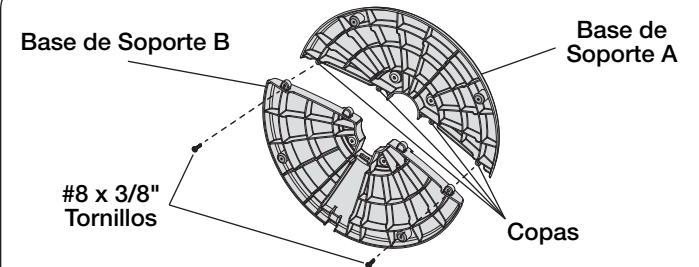
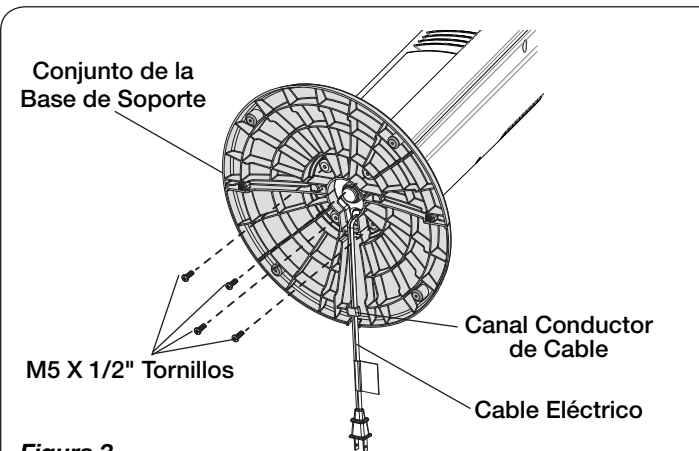

Figura 1
Figura 3
2. Arme las Mitades de la Base de Apoyo encastrando las Puntas de la Base de Apoyo A con los Orificios para Puntas en la Base de Apoyo B. Asegure (2) #8 X 3/8" Tornillos en los dos orificios externos en la parte inferior de la Base. (Figura 1)
4. Alinee la Montura de la Base de Apoyo con la Base del Motor, teniendo en cuenta que la ranura del cable en la parte inferior de la montura de la base de apoyo debe apuntar hacia la parte posterior del Ventilador. Adose la Montura de la Base de Apoyo a la Base del Motor con Tornillos Largos M5 de 1/2". Cerciérese de alinear la Llave del Conjunto de la Base de Soporte con la Muesca Localizadora de la Base Del Motor. (Figura 1) Suavemente tire del Cable Eléctrico para evitar que quede flojo y colóquelo en el Orificio de Colocación del Cable. (Figura 3)